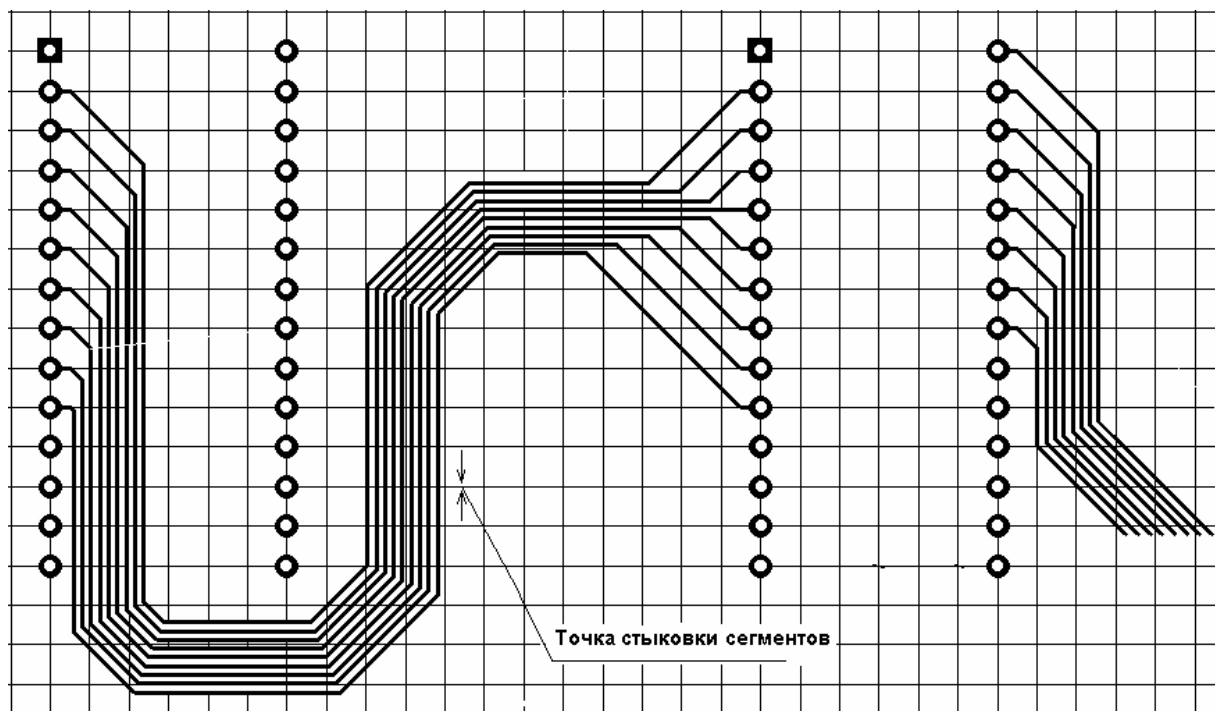

Рис. 7.9
Одним из приемов стандартной интерактивной трассировки является разводка функционально однородных цепей типа шин адреса и данных ПЭВМ и микроконтроллеров, устройств памяти и т. п. Разводка таких множественных трасс состоит из двух фаз: формирования веера при уходе трассы от контактов компонента и дальнейшая разводка групповой трассы (рис. 7.9).
4. Нажать левую клавишу мыши и, не отпуская, начать прокладку групповой трассы. Печатные проводники групповой трассы собираются веером под наклоном 45° . Форма веера меняется в зависимости от направления перемещения курсора – параллельно линии размещения контактов или перпендикулярно этой линии (рис. 7.9).
Собрав проводники веером в стартовой точке, программа не в состоянии развести их веером в точке конечного назначения. Выход – поочередно провести трассу с двух концов и состыковать встречные сегменты одноименных цепей торцом в торец (см. рис. 7.9).